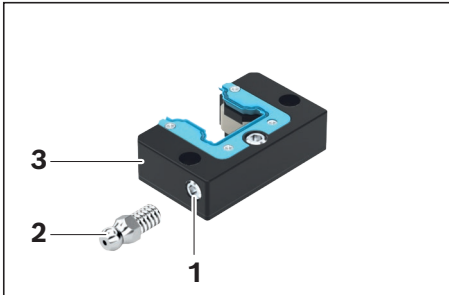
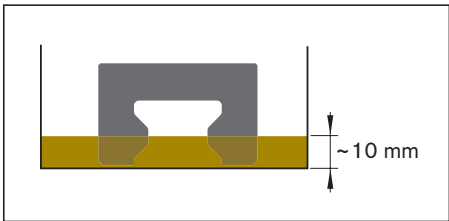

Figura 1
Figura 2
- Sacar el pasador roscado del taladro de lubricación (figura 1, pos. 1) y guardarlo.
- Atornillar el engrasador (2)
- Colocar la unidad de lubricación adicional (3) en posición horizontal, añadir la cantidad de aceite indicada en la tabla 1 y no moverla durante aprox. 36 horas
- En el caso del tamaño 20 Bajo: Introducir las unidades de lubricación adicional durante aprox. 36 horas en 10 mm de aceite (véase la figura 2)
- La unidad de lubricación adicional de tamaño 20 Bajo no puede llenarse a través de la conexión de lubricación (véase la figura 2)